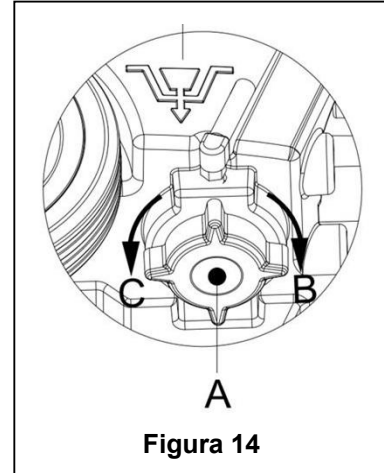

**Figura 13**
- Utilizzando l'apposita manopola (14), sollevare il tergipavimento.
- Afferrare il manubrio (2) e far gentilmente inclinare l'apparecchio all'indietro finché la ruota di guida non tocca il pavimento. (Per l'inclinazione dell'apparecchio si prega di far riferimento alle procedure nella sezione dello spegnimento dell'apparecchio.)
- Estrarre il tubo di drenaggio dal gancio di fissaggio, piegare l'estremità del tubo di drenaggio (come mostrato in A, Figura 13), quindi aprire il coperchio del tubo di drenaggio, abbassare il tubo di drenaggio ad un livello inferiore o al suolo per far uscire l'acqua. In alternativa, posizionare direttamente il tubo ad un livello inferiore o al suolo per far sì che lo scarico dell'acqua sia volto verso il basso (come mostrato in B, **Figura 13**), e quindi svitare il coperchio del tubo per far uscire l'acqua dal serbatoio. Quando il drenaggio è completo, sciacquare l'interno del serbatoio con acqua pulita.
Durante il drenaggio, il tubo di scarico deve essere piegato o abbassato ad un livello inferiore (come mostrato nella Figura 13 A o B), e quindi aprire il coperchietto del tubo di drenaggio per farne uscire l'acqua. Fare attenzione che il tubo di drenaggio non sia rivolto verso l'alto per farne uscire l'acqua verticalmente. Ciò per evitare che l'acqua di scarico si riversi addosso all'operatore.